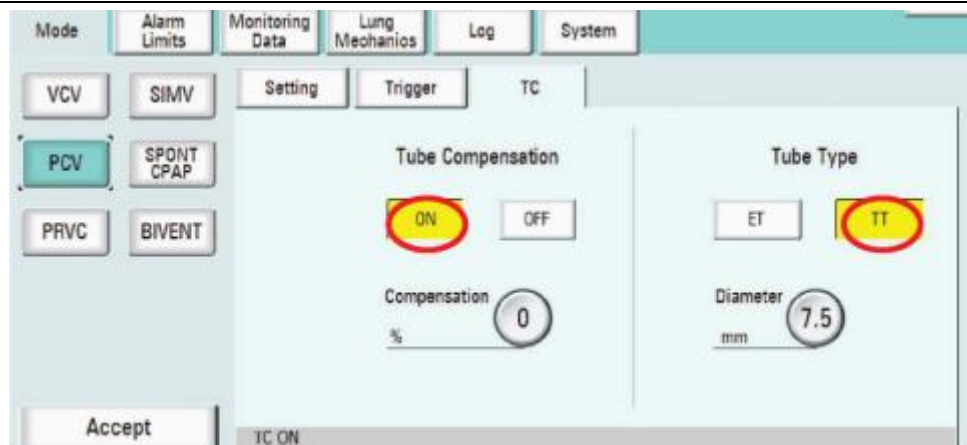

Figura 6-25
A compensação de tubo (TC) está disponível apenas nos modos de pressão (PCV, SIMV (PCV), SPONT/CPAP e BIVENT). Selecione a compensação de tubo "Ligada", e a tecla "Ligada" ficará amarela como uma confirmação, como mostra a Figura 6-25.
Selecione o tipo de tubo nessa interface: ET (Tubo endotraqueal) ou TT (Tubo de traqueotomia). A opção selecionada ficará amarela, como mostra a Figura 6-25.